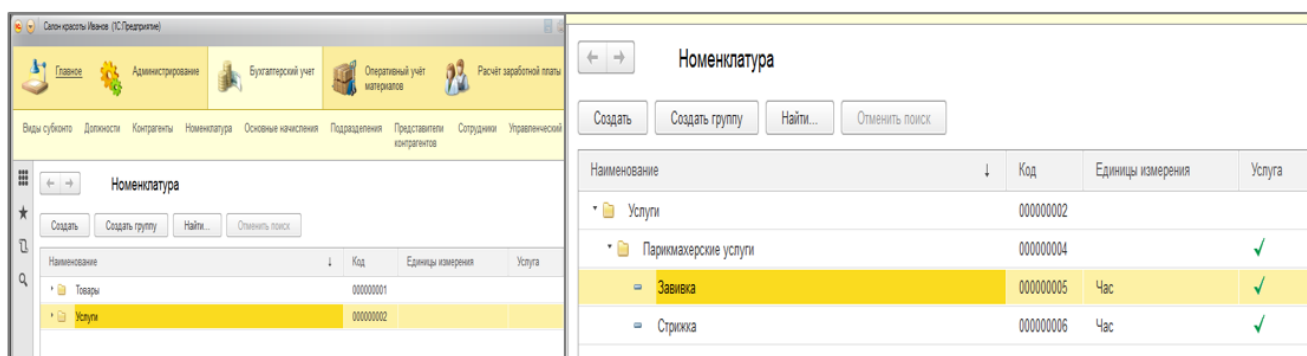

Рисунок 6.4- Группы в справочнике «Номенклатура»
6. В режиме 1С:Предприятие откроем справочник **Номенклатура**, создадим две группы – **Товары** – флаг **Услуга** для элементов в этой группе не устанавливаем, и **Услуги** – флаг установлен, Рисунок 6.4.